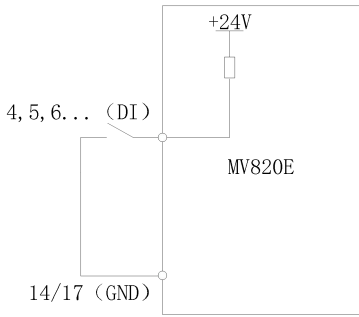

图 4-16 使用变频器内部+24V 电源连接方式
(2) P09.11=1 (数字端子开路电压选择 24V)
① 干节点方式，接线方式如图 4-16 所示。